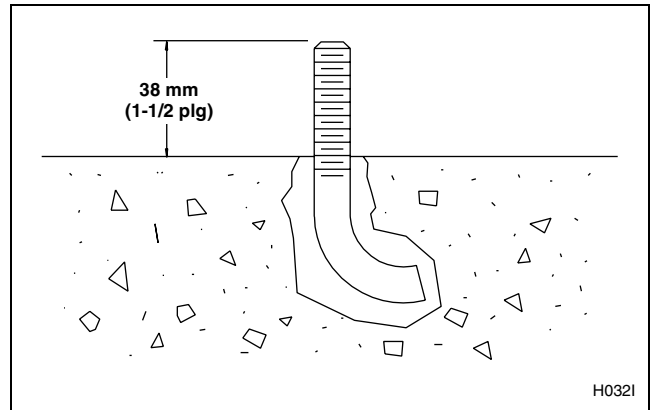

Figura 15
5. Use aire comprimido o una pera de compresión para eliminar los residuos de cada agujero. Fije los pernos en J en su lugar usando un compuesto para anclaje industrial aceptado. Verifique que los pernos en J estén en su lugar correcto y que sobresalga 1-1/2 plg (38 mm) de cada perno en J sobre el piso. Consulte la *Figura 15*.